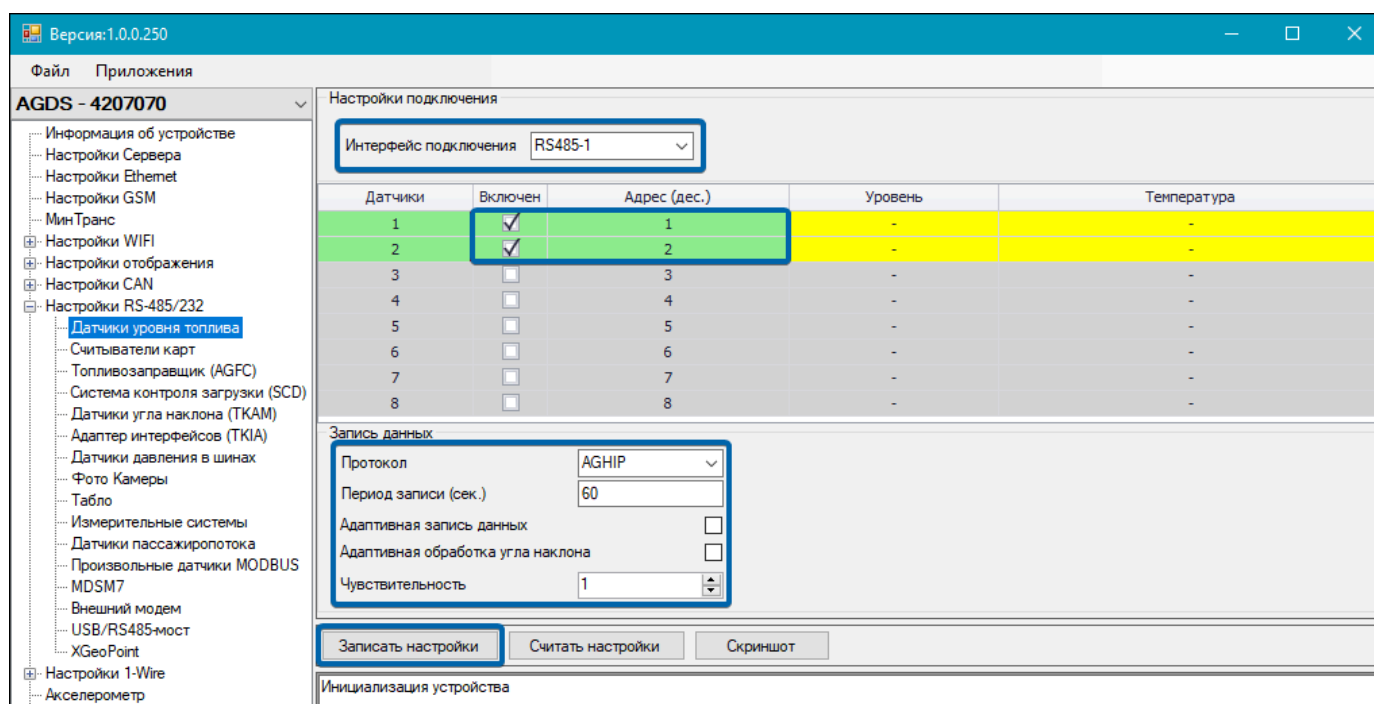

Рис.84. Рабочая область пункта «Датчики уровня топлива»
2. Выберите в списке программы-конфигуратора пункты Настройки RS-485/232 | Датчики уровня топлива \(Рис.84\).